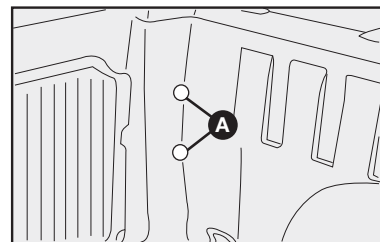

fig. 56
1) Quite las tapas de goma **A-fig. 56**, para tener acceso a los tornillos de fijación del grupo de luces.